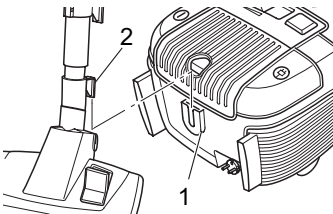

Abb. 15
- Zum **Aufbewahren** oder bei Arbeitspausen können Sie die Parkhalterung (Abb. 15/1) verwenden, um den Parkhaken (Abb. 15/2) an der Bodendüse einzuheken (Abb. 15).